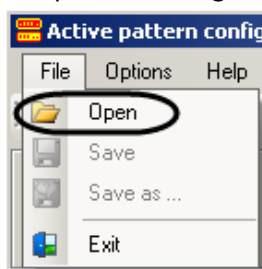

Fig. 12.3—4 «Select» from «File» menu
1. Select «Open» from «File» menu to open the configuration file (Fig. 12.3—4).